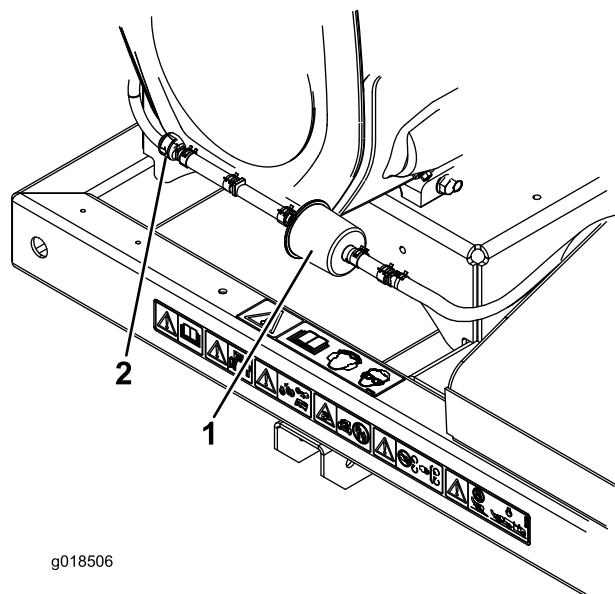

Figure 18
2. Éloignez les colliers à ressort de flexibles situés de chaque côté du filtre à charbon actif du conduit de purge (Figure 18).
3. Déposez le filtre à charbon actif et mettez-le au rebut (Figure 18).
4. Posez un filtre neuf dans le flexible en dirigeant la flèche vers le clapet antiretour et fixez-le en place avec les colliers (Figure 18).